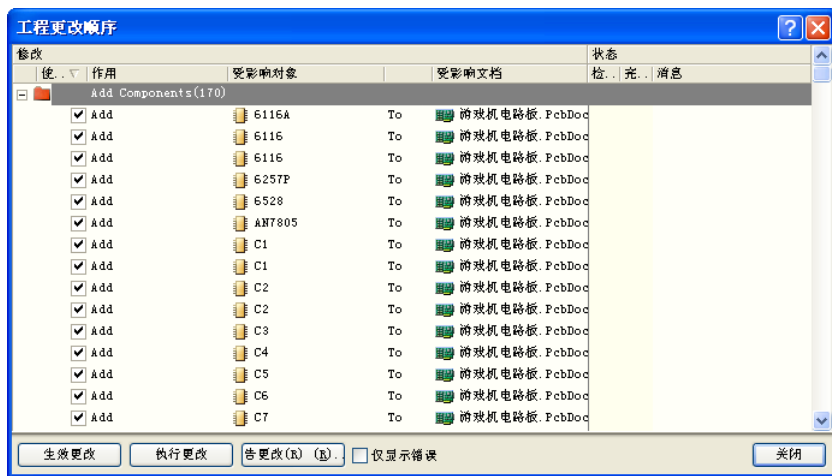

图 15-63 “工程更改顺序”对话框
Step4 单击菜单栏中的“设计”→“Import Changes From 电子游戏机电路. PRJPCB”命令，系统将弹出如图 15-63 所示的“工程更改顺序”对话框。